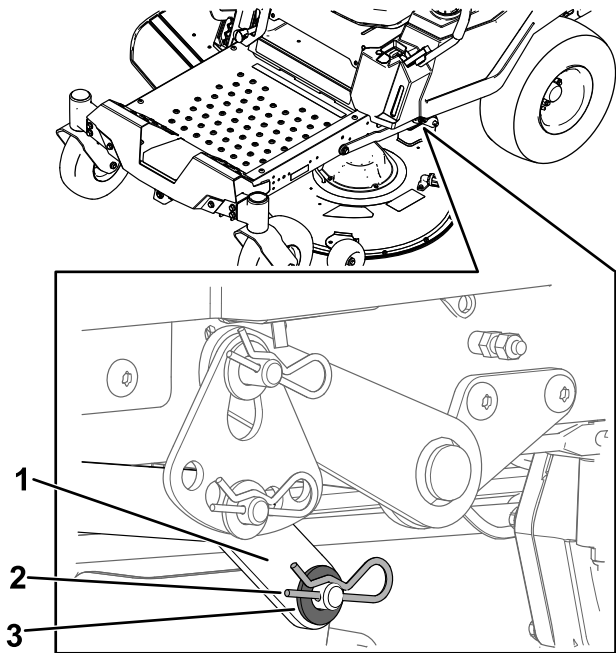

Figura 73
- En un lado de la máquina, retire la arandela y la chaveta del pasador de la carcasa (Figura 73).
- En un lado de la máquina, eleve la parte trasera de la carcasa del cortacésped e instale el brazo de elevación en el pasador de la carcasa (Figura 73).
- Instale el brazo de elevación con la arandela y la chaveta (Figura 73).